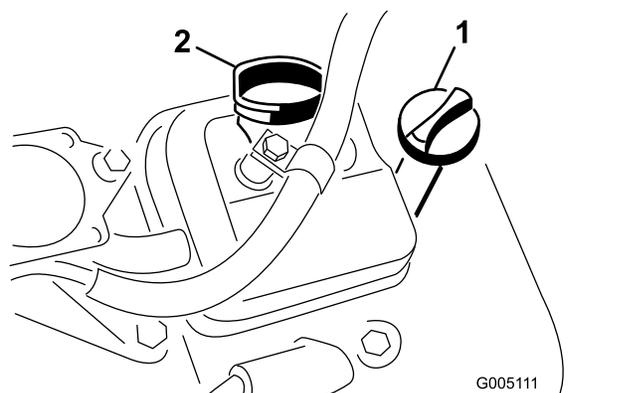

図 29
3. 補給口にディップスティックを差し込んでねじ部を最後まで締めこむ 図 29。